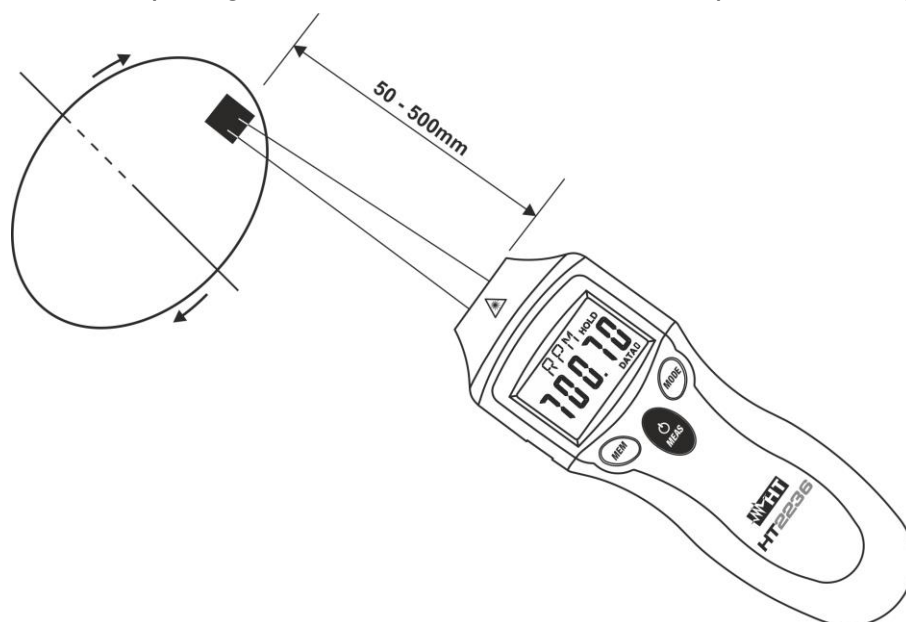

Fig. 2: Medida de la velocidad sin contacto (RPM)
8. Pulse y mantenga pulsada la tecla **MEAS** apuntando el haz del láser del instrumento hacia la cinta reflectante del objeto en examen (ver la Fig. 2) y realice la medida manteniendo una distancia desde el objeto entre 50mm y 500mm